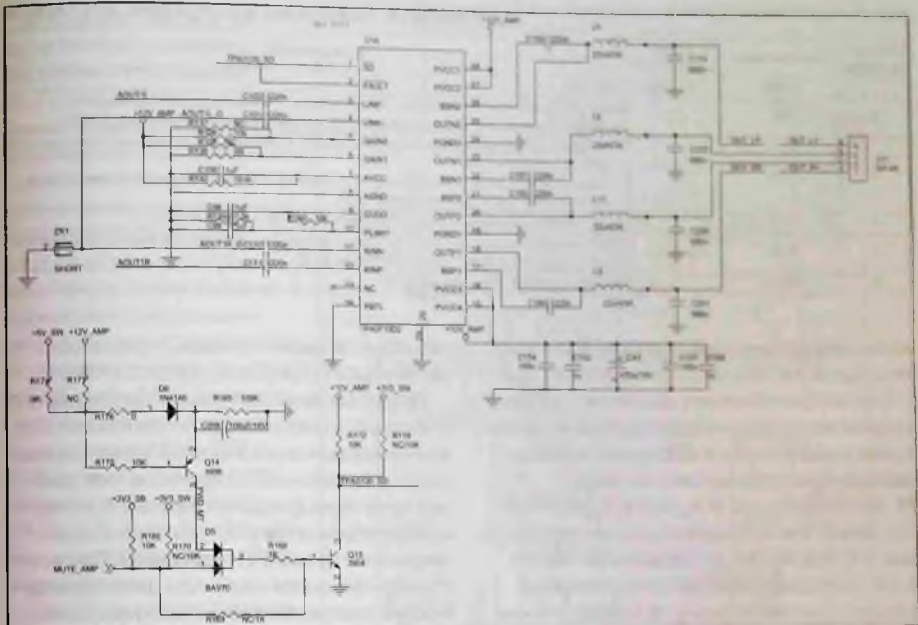

Рис. 6. Фрагмент принципиальной схемы платы CV9202H-TPW с УМЗЧ
В качестве УМЗЧ на плате применена ИМС типа ТРА3110D2 — это 15-ваттный стереоусилитель (нагрузка 4 Ом на канал) класса D с фирменной защитой динамиков SPEAKERGUARD™ (см. фрагмент схемы на рис. 6). Вначале проверяют питание ИМС (12 В на выв. 27, 28) и наличие входных сигналов звука AOUT1R, AOUT1L. Если нет питания, проверяют цепь от разъема J8 (контакты 4, 6) до ИМС, а если нет сигналов звука — проверяют процессор U13 и его ПО (прошивку SPI Flash U15). Если сигналы звука присутствуют, проверяют отсутствие блокировки звука — наличие высокого уровня (более 2 В) на выв. 1 (SD). Если там низкий уровень (менее 0,8 В), проверяют сигнал MUTE_AMP (должен быть низкий уровень) и исправность узла блокировки Q14 Q15 D5 (рис. 6).